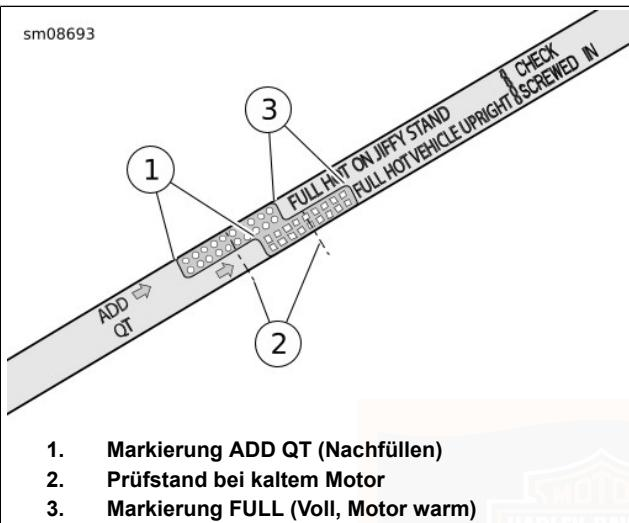

Abbildung 91. Motorölmessstab
- Siehe Abbildung 91. Ölstand prüfen. Der korrekte Ölstand bei kaltem Motor liegt auf halbem Wege (2) zwischen den Markierungen ADD QT (Nachfüllen) (1) und FULL HOT (Voll, heiß) (3) auf dem Ölmessstab.
- Ölstand prüfen. Nur so viel Öl nachfüllen, um den Füllstand zwischen die Ölmessstab-Markierungen ADD QT (1) und FULL HOT (3) zu bringen.
- e. Siehe Abbildung 91. Ölstand prüfen. Der Ölstand sollte zwischen den Markierungen ADD QT (Nachfüllen) und FULL HOT (Voll, heiß) auf dem Ölmessstab stehen.